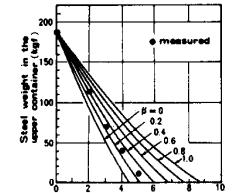

Fig. 2 Efficiency of electromagnetic-brake in the experimental system (Type A).
3. 結果と考察 実験結果を Fig. 2 に示す。流路内で溶鋼が充満し、一定流速で流れていると仮定した時の流路系内のエネルギーバランスは